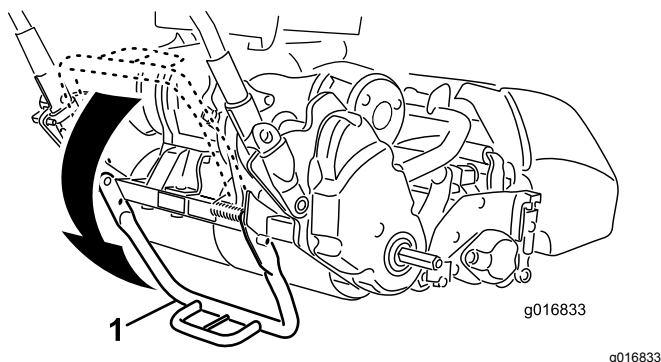

Рисунок 9
1. Нажмите вниз ногой на **середину откидной опоры** и потяните вверх за нижнюю среднюю рукоятку машины, чтобы откидная опора повернулась вперед вокруг средней части (Рисунок 9).